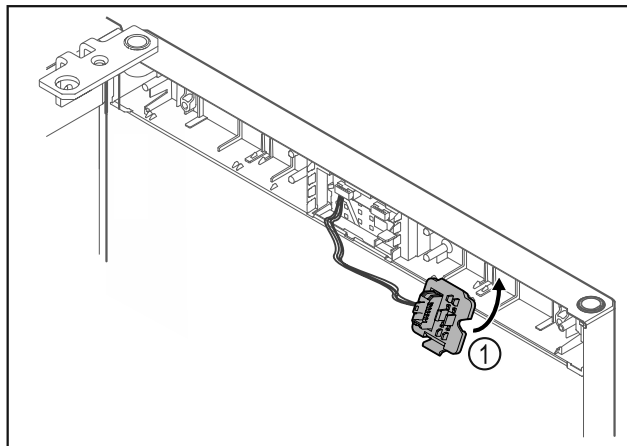

Fig. 13
- Clipser le support de connecteur Fig. 13 (1) du côté opposé.*